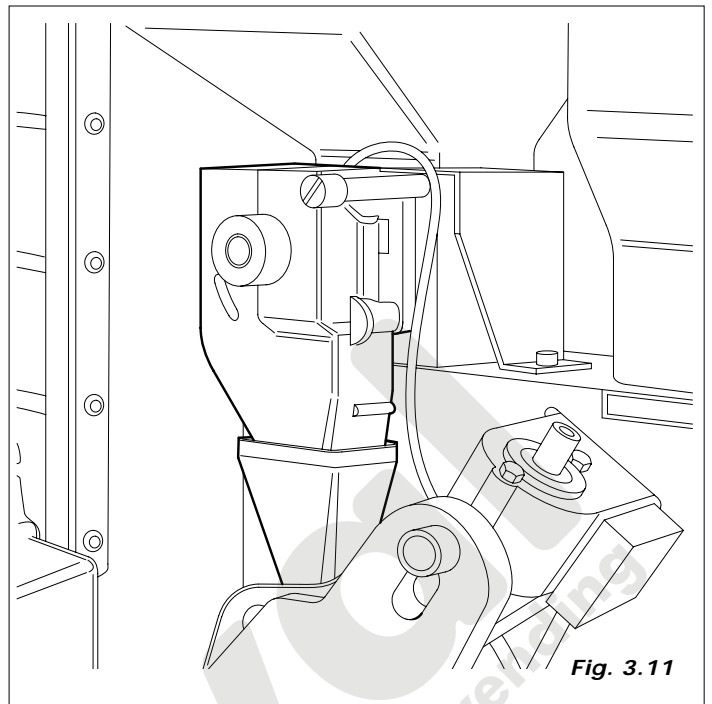

Fig. 3.11
- Se activa el molinillo hasta moler la dosis de café ajustada en el dosificador (Fig. 3.11).